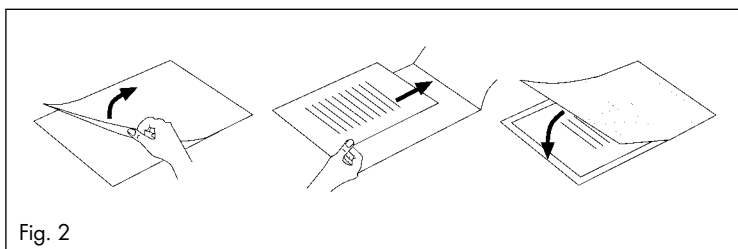

Fig. 2
- ▶ Fare attenzione a utilizzare solo un foglio per la laminazione. Provvedere prima ad aprirlo come indicato ad esempio in Fig. 2.
- ▶ Fare attenzione a utilizzare solo un foglio per volta per la laminazione. Aprirlo prima come indicato ad esempio in Fig. 2.